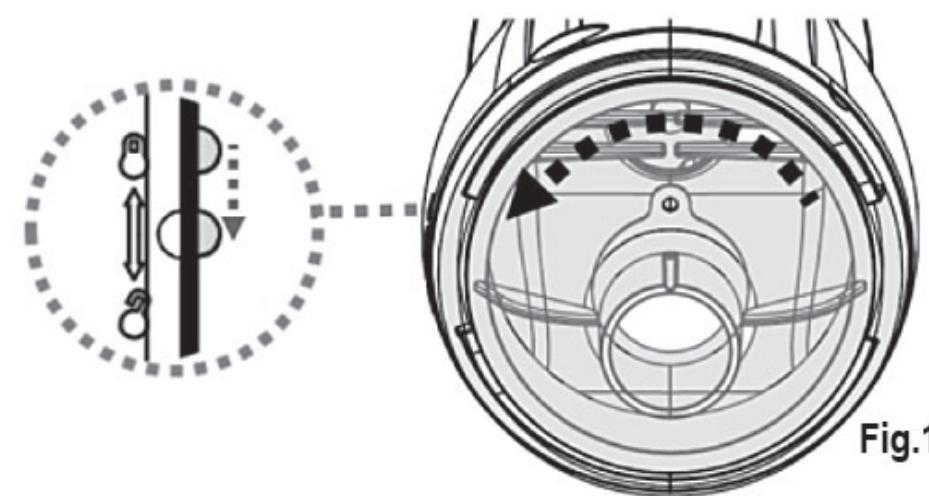

Fig.1
2. Aguante el cuerpo del limpiafondos y gire el contenedor transparente en sentido contrario a las agujas del reloj hasta que la marca blanca en el contenedor transparente alcance la marca de desbloqueo. (Fig.1)